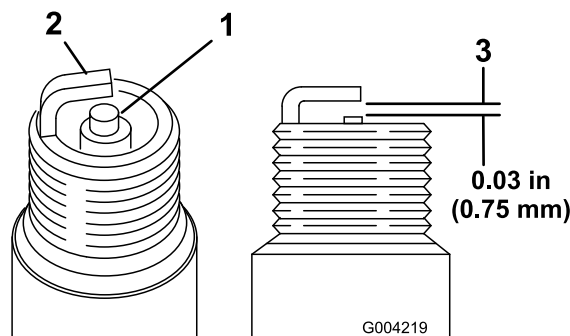

Figura 49
1. Mire la parte central de ambas bujías (Figura 49). Si se observa un color gris o marrón
2. Compruebe la separación entre los electrodos central y lateral (Figura 49).
3. Si la distancia no es correcta, doble el electrodo lateral (Figura 49).